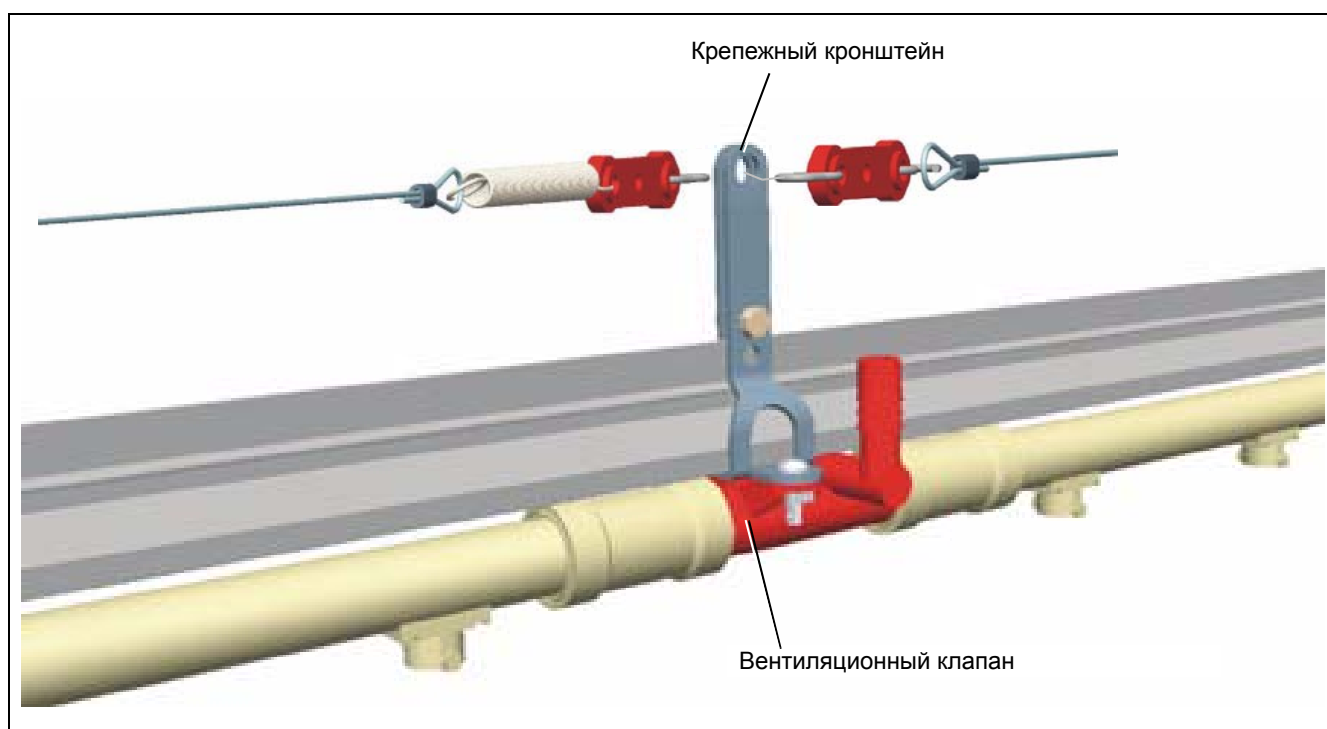

Рисунок 7J
- 1а. **Для рельсовых опор:** ослабьте соединительный элемент алюминиевого рельса, ближайший к нужному месту расположения воздуховыпускного клапана. Раздвиньте два (2) рельса так, чтобы на рельс можно было установить опорный кронштейн. Снова сдвиньте рельсы и затяните соединительный элемент. Пока не затягивайте опорный кронштейн.
4. Затяните крепление опорного кронштейна на опорном рельсе/трубе. (см. рисунок 7J)